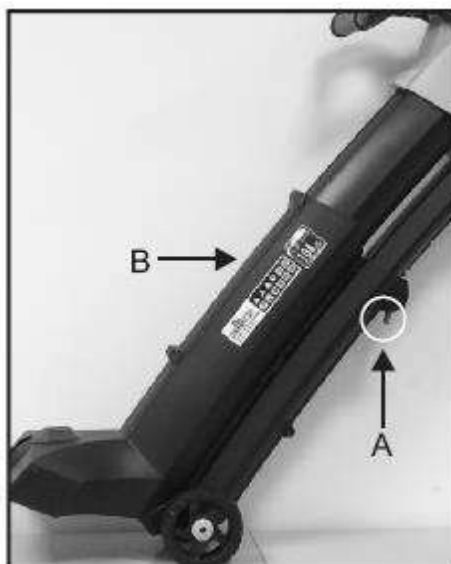

Figure 1
1. Appuyez sur le bouton de réglage de la hauteur (A) et tirez le tuyau de l'aspirateur / souffleur (B) jusqu'à la longueur désirée. (Figure 1) Peut être ajusté jusqu'à 300 mm.